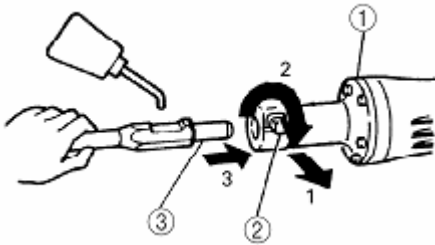
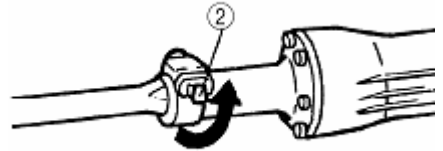

Рисунок 2
Рисунок 3
- необхідно почистити, а потім змастити невеликою кількістю (1-2 г) хвостовик змінного інструменту (3) (дивіться рисунок 2) пластичним мастилом або рідким індустриальним.
- повернути стопорний важіль (2) на 180° за годинниковою стрілкою, одночасно витягаючи його (дивіться рисунок 2).
- вставити хвостовик змінного інструменту (3) у шестигранний отвір в передній частині корпусу виробу (1).
- зафіксувати змінний інструмент, повернувши стопорний важіль (2) на півоберта у початкове положення (дивіться рисунок 3).